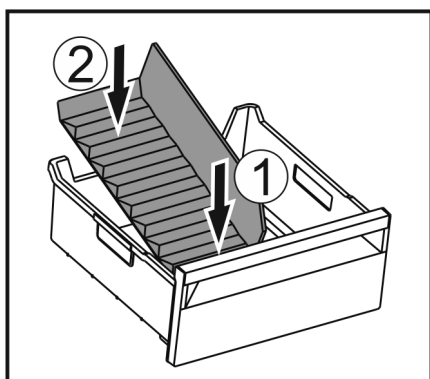

Fig. 61
- Přepážku vložte nejprve vpředu Fig. 61 (1).
- Spusťte dolů zadní díl Fig. 61 (2).